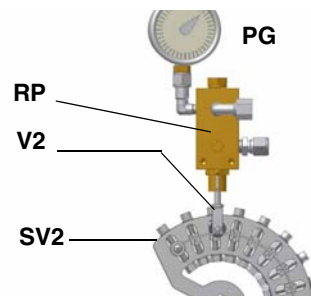

Рис. 41
- 9 для получения максимального расхода жидкого топлива регулировать давление (считывая значения на манометре **PG**), не изменяя при этом, уже отрегулированный, во время настройки работы на газе, расход воздуха (см. предыдущий параграф): все время проверяя параметры продуктов сгорания, воздействовать на винт варьируемого сектора, соответствующий жидкому топливу **SV2** (см. Рис. 41), но по достижении положения большого пламени.